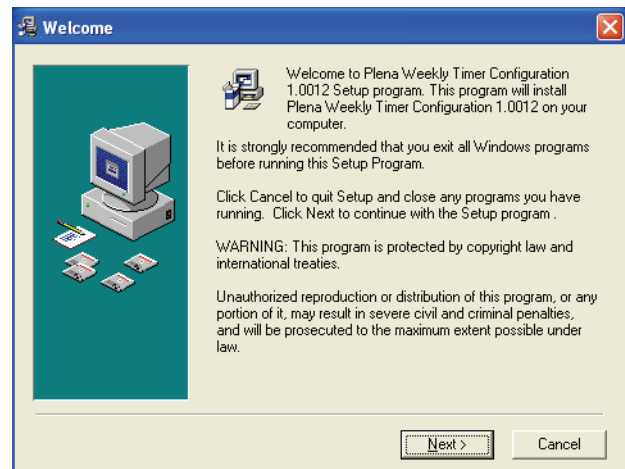

figura 8.1: Página de presentación
- 1 Ponga el CD-ROM Plena en la unidad de CD-ROM del ordenador. El CD-ROM se ejecuta automáticamente y aparece una ventana similar a la de figura 8.1. Si el CD-ROM no se ejecuta automáticamente: